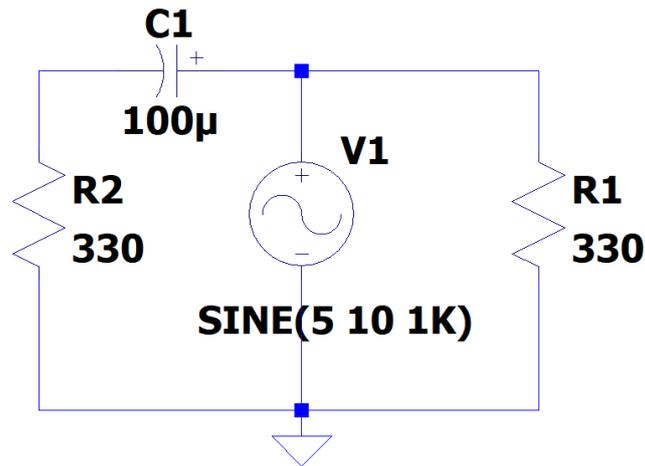

Figura 1
6.3 Implementar en el protoboard el circuito de la Figura 1. Obtener con el osciloscopio la forma de onda de voltaje de cada resistencia y comprobar sus medidas. La señal de entrada es una onda senoidal de 10 V de amplitud, 1 kHz de frecuencia y 5 V de voltaje DC.